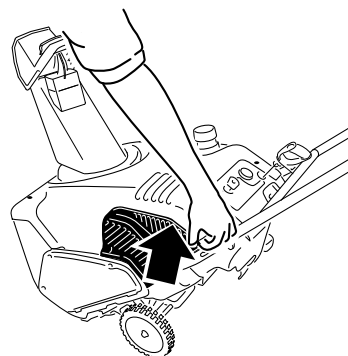

Figure 29
4. Soulevez le coin arrière gauche du carénage et tirez le déflecteur d'échappement vers le bas pour le sortir du compartiment moteur (Figure 29).